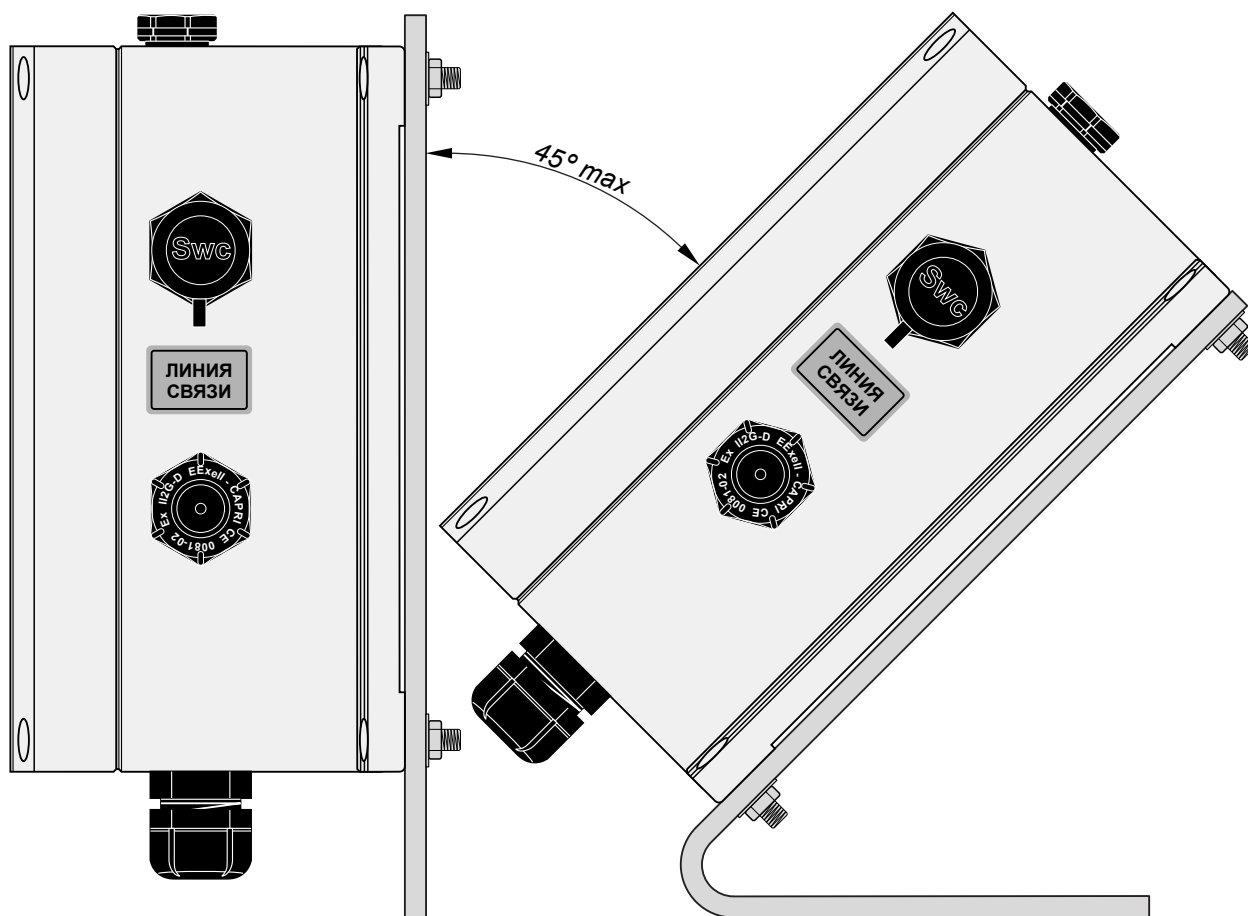

Рисунок 7 Установка корректора
2.3.1 Габаритный чертёж корректора приведён в приложении Б. Монтаж прибора следует производить на жёстком основании, винтами М4; предпочтительно использование крепёжных изделий из нержавеющей стали. Допускается строго вертикальная установка или с отклонением от вертикальной оси до  $45^\circ$  (рис. 7).